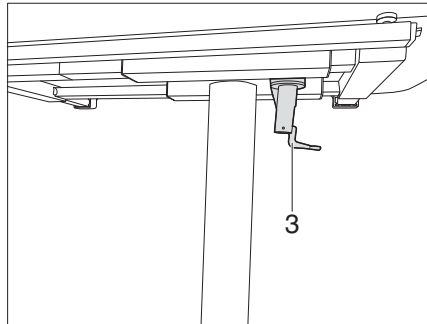

Bild 119 Klapptisch verriegeln
- Den Verriegelungshebel (Bild 119,3) nach rechts schwenken. Der Hubtisch ist verriegelt und kann nicht mehr verschoben werden.